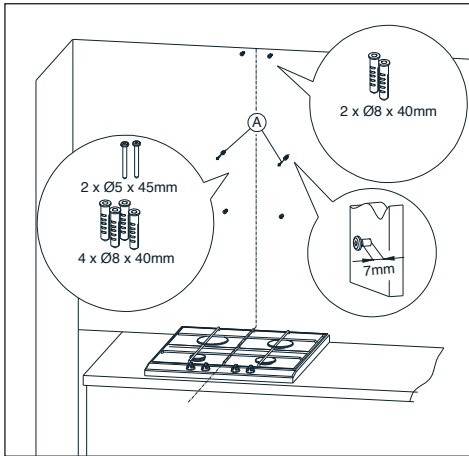

Fig. 5 Montarea diblurilor
2. Introduceți dibluri în toate găurile. În cele două găuri marcate cu A introduceți și șuruburile (lăsând o distanță de 7 mm în afara diblurilor, Fig. 5)